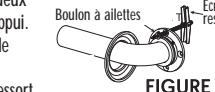

**FIGURE 9**
- À l'autre extrémité de la barre d'appui, insérez un (1) des trois (3) BOULONS À AILETTES fournis dans n'importe quel des orifices de montage de la barre d'appui. Insérez un écrou à ressort à l'extrémité du BOULON À AILETTES comme le montre la figure (voir figure 9), en le vissant sur le boulon (environ trois tours). Répétez cette étape pour les deux (2) BOULONS À AILETTES restants.